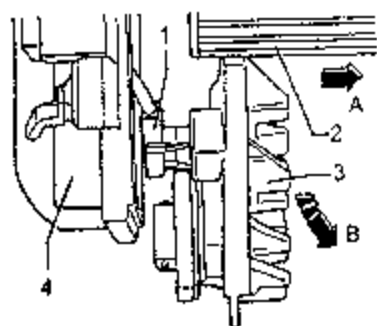

图 13-53 拆卸鼓风机控制单元
如图 13-53 所示，抓紧控制单元 3 并向前取出，箭头 B。拔下插接件 1。
与壳体 4 之间有一定空隙，沿图 13-53 中箭头 A 的方向，将两个零件小心地拉开。②将控制单元 3 放到壳体 4 中并将螺栓拧紧。